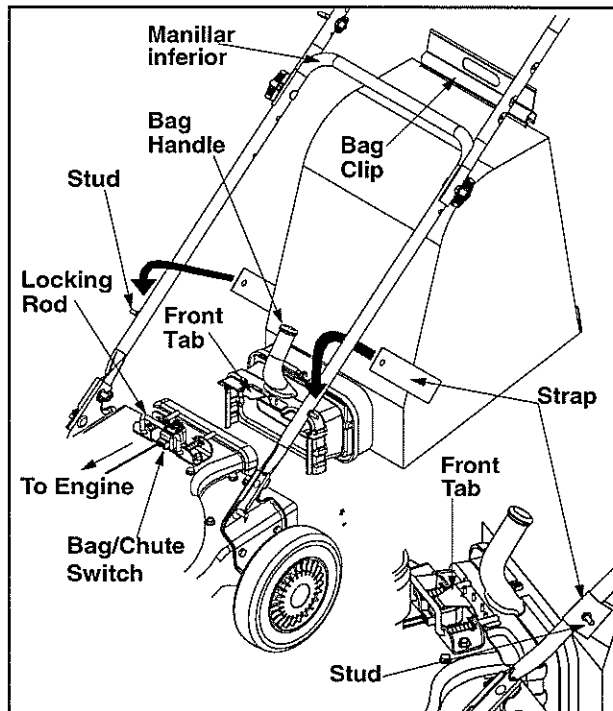

Figura 4
- Asir el mango del recolector con una mano y, con la otra mano, tirar de la varilla de fijación en la escuadra de montaje hacia el motor. Ver la figura 4.
- Retirar el recolector de encima del borde de la boca de descarga. Ver la figura 4.